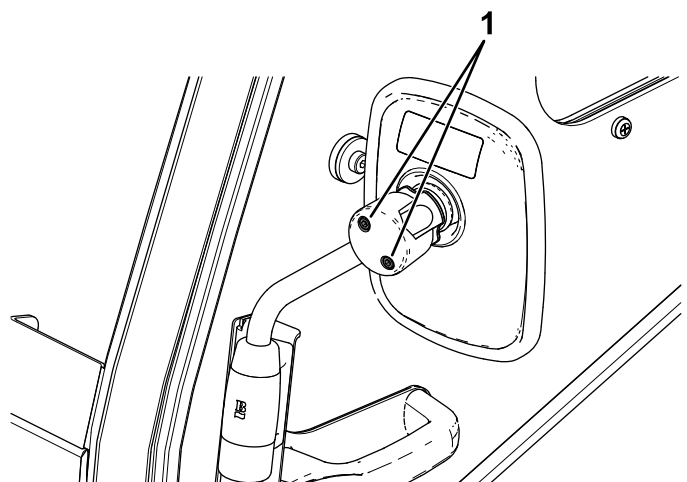

図 7
9. ミラーの裏側のねじを締め付けてミラーをアームに固定する図7。